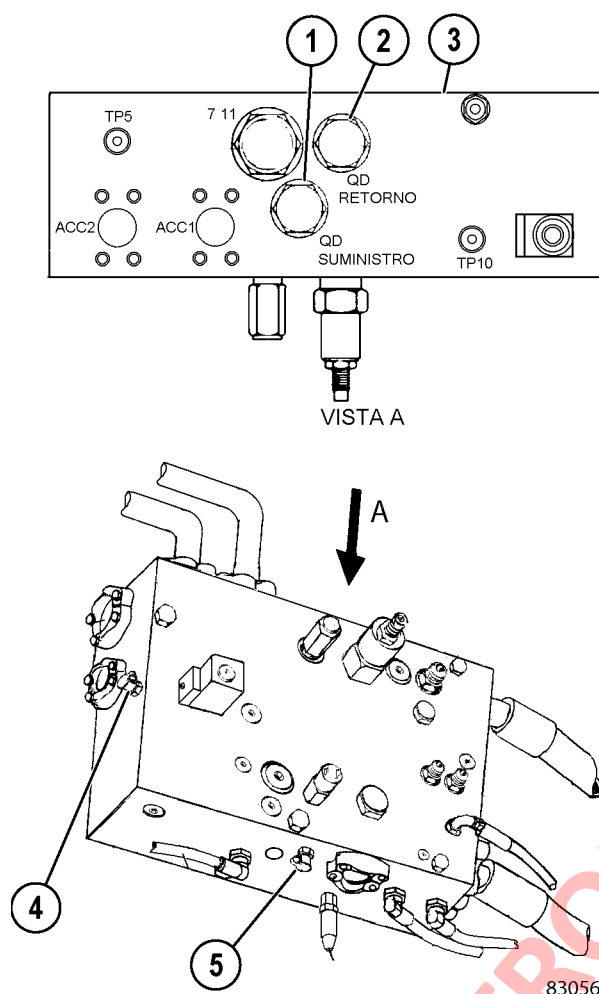

FIGURA 10-1. MÚLTIPLE DE PURGA
- Puerto de prueba de presión "TP3" (4, Figura 10-1) en el múltiple de purga - 35 000 kPa (5.000 psi).
8. Asegúrese que la lectura del indicador de presión conectado a "TP3" sea 0 kPa (0 psi) antes de sacar los tapones (1 y 2, Figura 10-1). Retire los tapones (1 y 2) del múltiple de purga. Saque la tapa protectora del múltiple de purga. Conecte el conjunto de la manguera puente (XB5777) entre el puerto de "suministro QD" y el puerto de "retorno QD" en el múltiple de purga. Apriete todas las conexiones firmemente antes de aplicar presión.
26. Revise el indicador de presión conectado a el puerto "TP3" en el múltiple de purga. Si todavía hay alguna presión en el sistema, el proceso de purga no se completó. Localice y repare el problema. Si la presión es de 0 kPa (0 psi), saque la manguera puente y los acoples instalados en el múltiple de purga. Instale nuevamente los dos tapones (1 y 2, Figura 10-1), que se sacaron anteriormente, en el múltiple de purga.